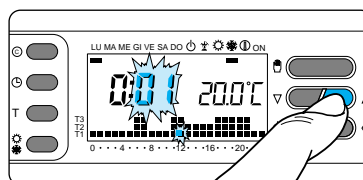

Fig. 18
- 3.3** - Premere il pulsante ∇ oppure Δ fino a raggiungere il valore esatto dei minuti (fig.18).